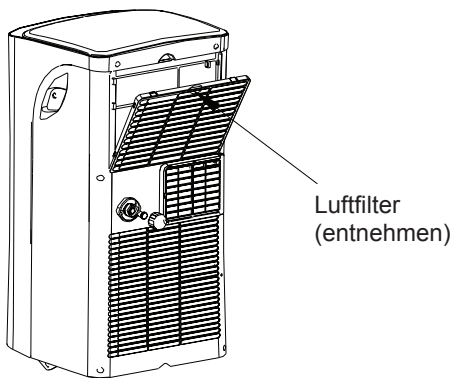

Abb. 24
Nehmen Sie den Luftfilter in Pfeilrichtung heraus (Abb.24).
- Ziehen Sie den Stöpsel aus der unteren Ablassöffnung und das gesamte Wasser aus der Bodenschale abfließen lassen (siehe Abb.24).